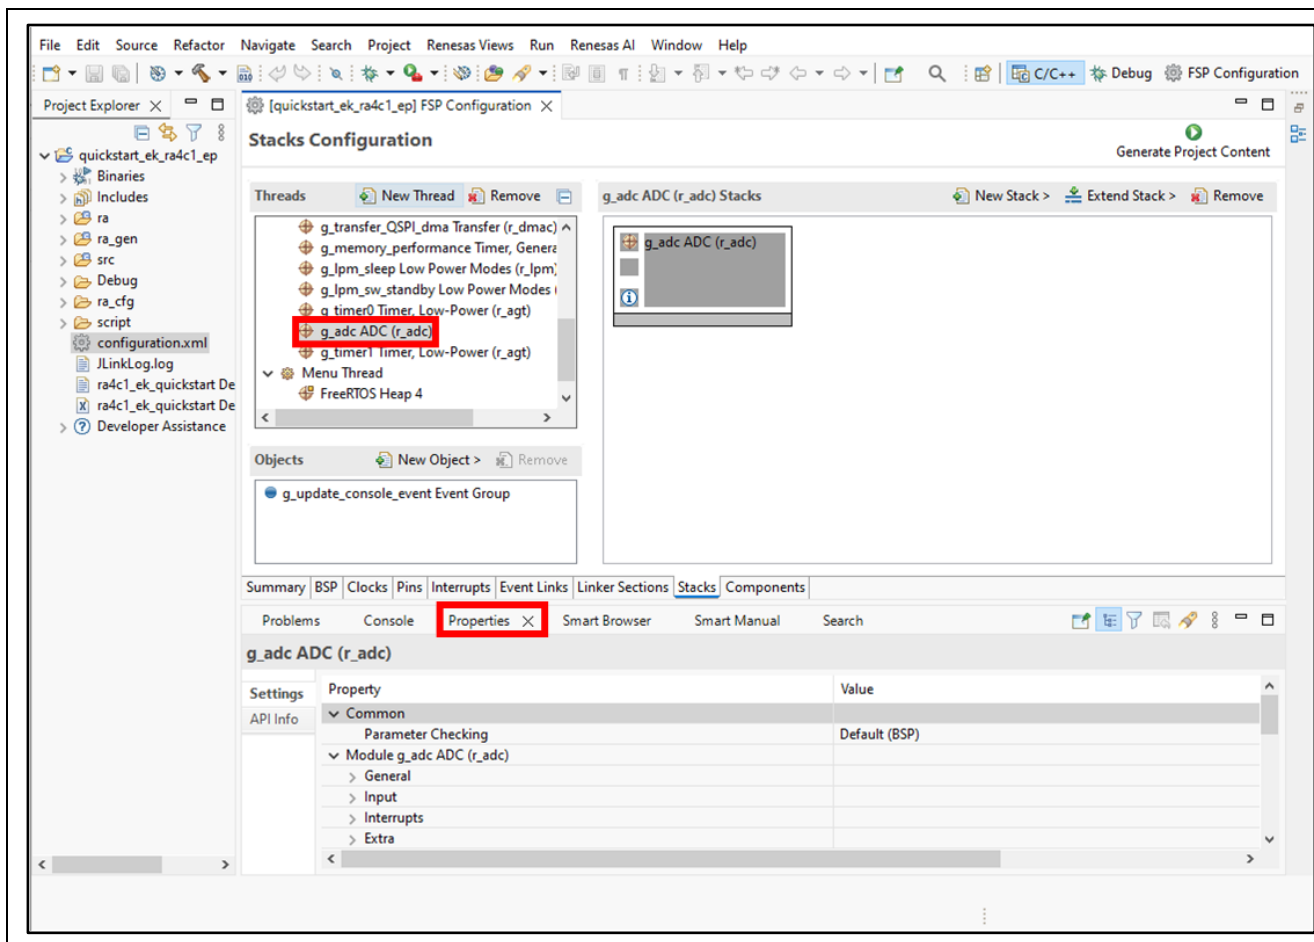

図 28. Configuration 設定の変更
2. 例えば、FSP Configuration ウィンドウの **[Stacks]** タブで、ユーザはモジュールをクリックして選択し、必要に応じて **Properties** [プロパティ] タブで構成設定を変更できます。図 28 は、ADC ドライバ設定の変更を示しています。